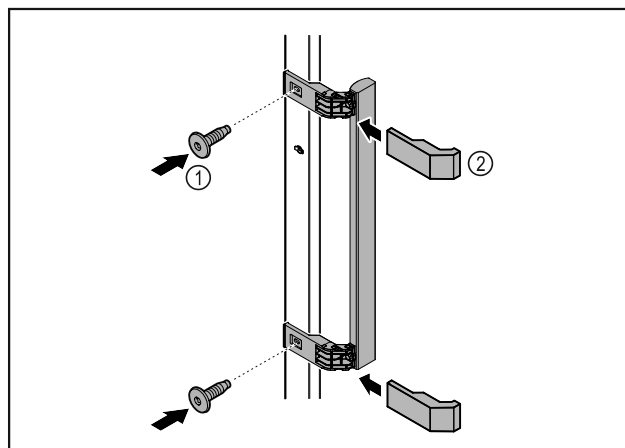

Fig. 48
- ▶ Установите на двери ручку из набора принадлежностей, используя прилагающиеся винты Fig. 48 (1).
- ▶ Установите крышку Fig. 48 (2).